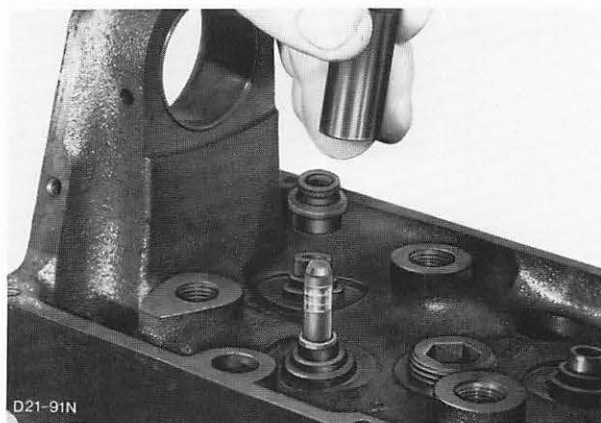

Abb. 229 Ölabschirmringe mit Spezialwerkzeug 21-007 montieren
14. Ölabschirmringe mit Öl benetzen und mit Spezialwerkzeug 21-007, Abb. 229, auf die dafür vorgesehenen Sitze am neuen Zylinderkopf montieren. Klebefolie von Ventilschaft wieder entfernen.